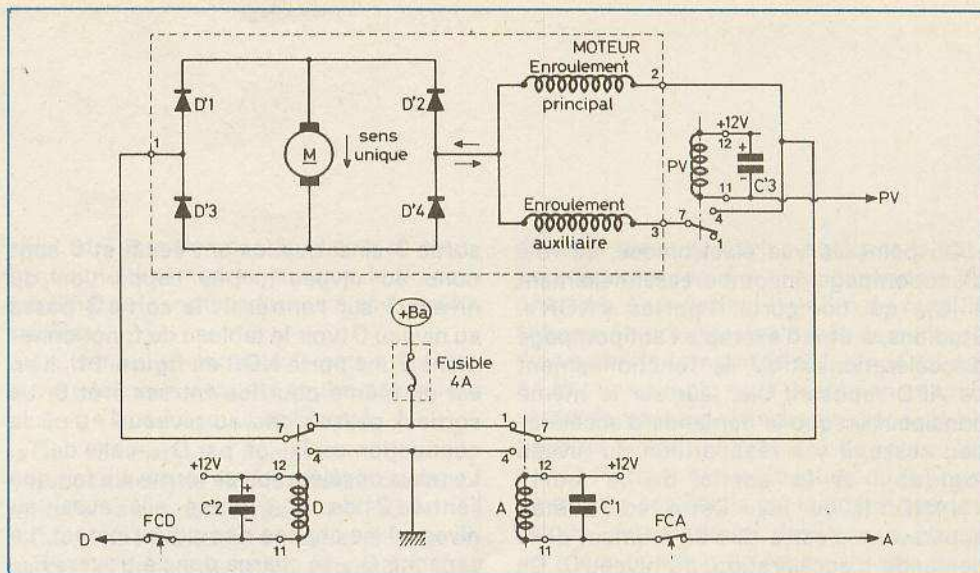

Fig. 12. – Circuit de puissance. Le moteur employé est un modèle à enroulement série, mais modifié par la mise en place d'un pont de Wheatstone.
h) Circuit de puissance (fig. 12)
d'essuie-glace « Bosch » équipant la plupart des voitures. Il y a lieu cependant de procéder à un certain nombre de modifications. En premier lieu, après démontage du couvercle fermant le réducteur qui est en fait une simple roue dentée en célon attaqué par une vis sans fin disposée en bout de l'induit, il convient de retirer les balais frottant sur les bagues de la roue. Le rôle de ces balais est la commande du retour automatique des essuie-glaces vers leur position de repos. Il reste donc trois fils qui correspondent aux bornes 1, 2 et 3 du schéma de la figure 12. Ces trois fils, après repérage, peuvent être acheminés vers une miniplaque à bornes constituée par exemple par un domino collé sur le corps du moteur à l'araldite.
Ces diodes seront branchées en pont de Wheastone (fig. 12), puis après avoir rebranché les fils du moteur, la couronne est remontée définitivement à son emplacement. Enfin, il convient de confectionner une équerre, en se servant des trous de fixation d'origine du moteur, destinée à fixer ultérieurement le moteur sur une plaque de tôle formant le plan du servomoteur. Le moteur est ainsi prêt à l'emploi.